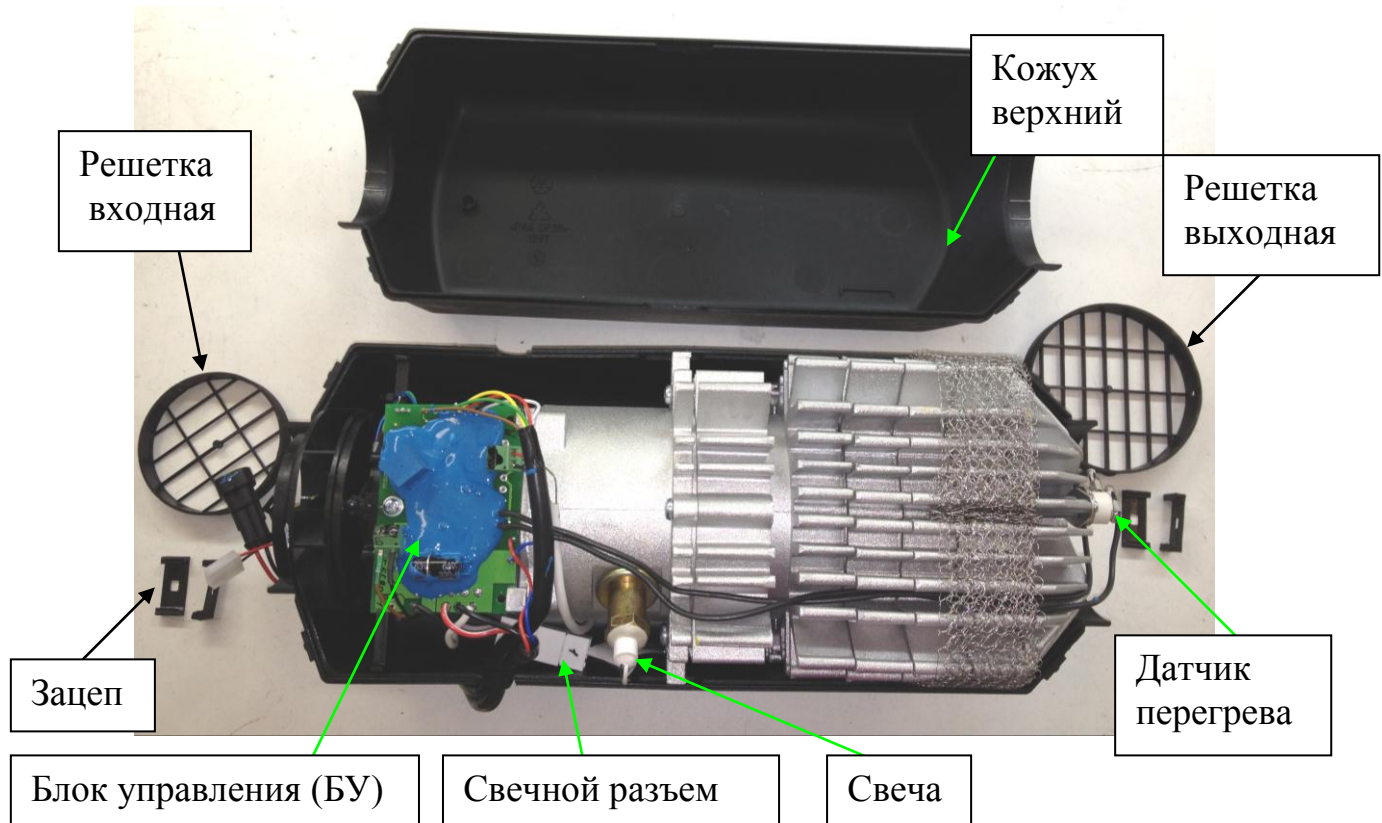

Рис.1- Нагреватель со снятым кожухом
- разъединить свечной разъем (рис.1);